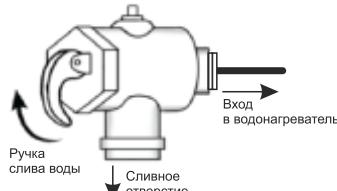

Рис. 7
-перевести ручку слива в верхнее положение до ощущения перехода резьбы и тогда из отверстия клапана должна потечь вода (см. рис. 7).